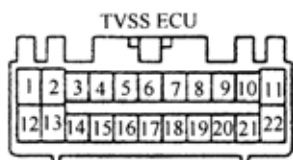

图 9-253
(2)检查 TVSSECU(电源)，如图 9-253 所示。断开 T7 ECU 连接器，检查线束一侧连接器和搭铁之间的电压。端子+B(T7-1) 搭铁在标准状态下为 1 ~ 14V。
(3)检查 TVSSECU(搭铁)(见图 9-253)。断开 T7ECU 连接器，检查线束一侧连接器和搭铁之间的导通性。端子 E(T7-22) 搭铁在标准状态下应导通。
(3)检查 TVSSECU(电源)(见图 9-253)